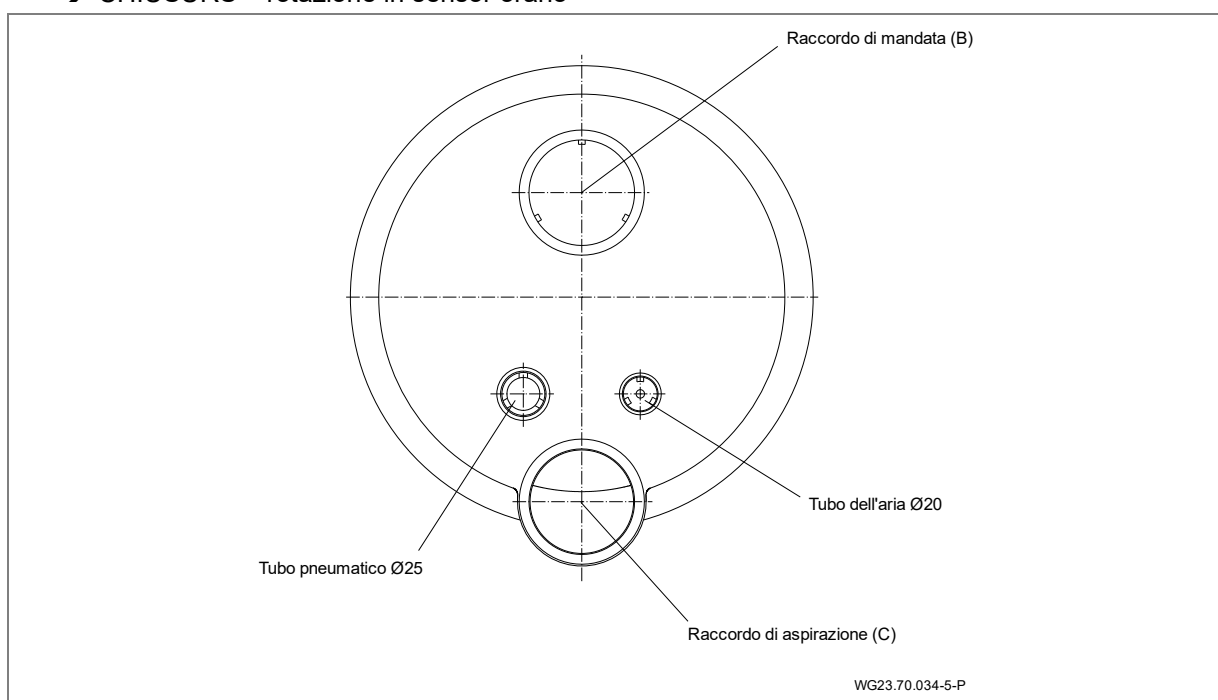
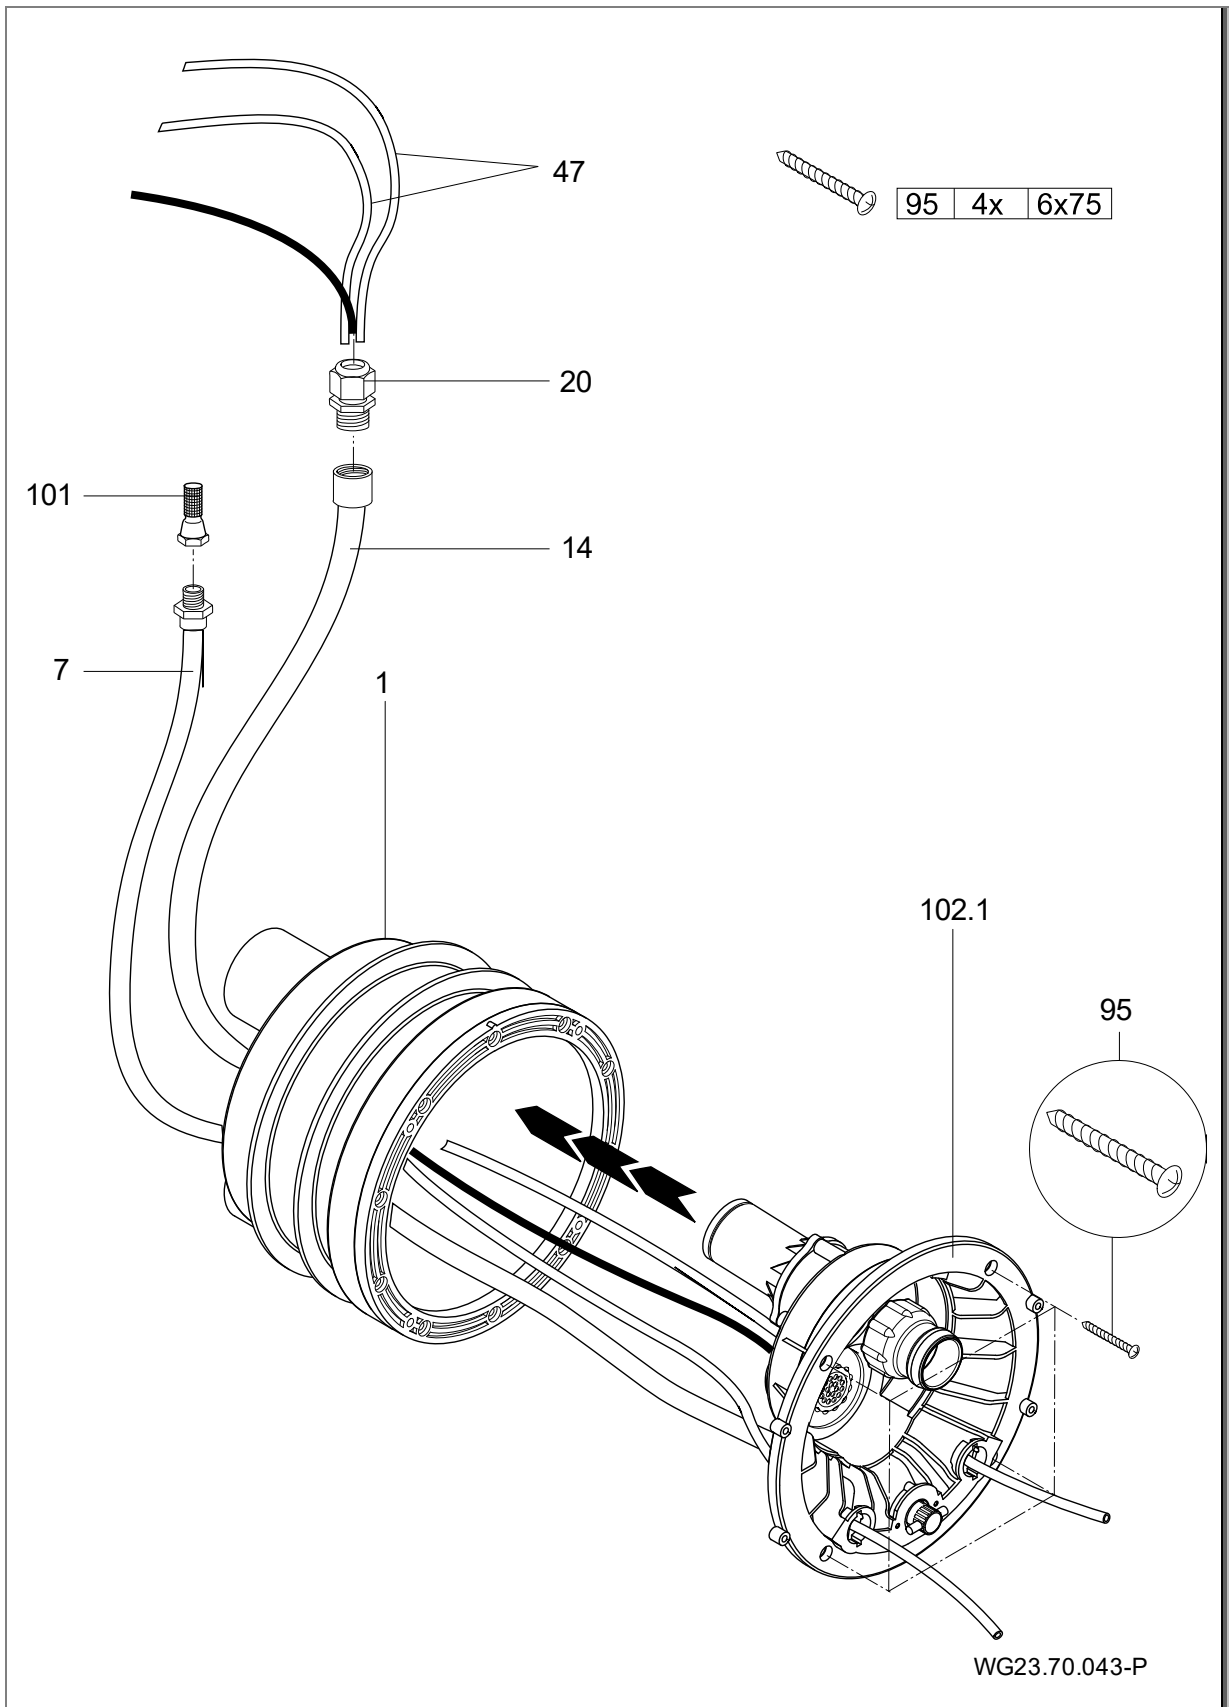

Fig. 16
Fig. 17
1. Incollaggio della guaina di protezione cavi e del tubo flessibile convogliatore dell'aria. (Fig. 16)
2. Applicare l'alloggiamento degli ugelli (102.1) sul corpo da murare (1).
4. Fissare il tubo dell'aria con il morsetto (8) al regolatore aria (21) montato da parte del costruttore.
5. Fissare l'alloggiamento degli ugelli (102.1) con quattro viti autofilettanti () al corpo da murare (1). (Fig. 17)